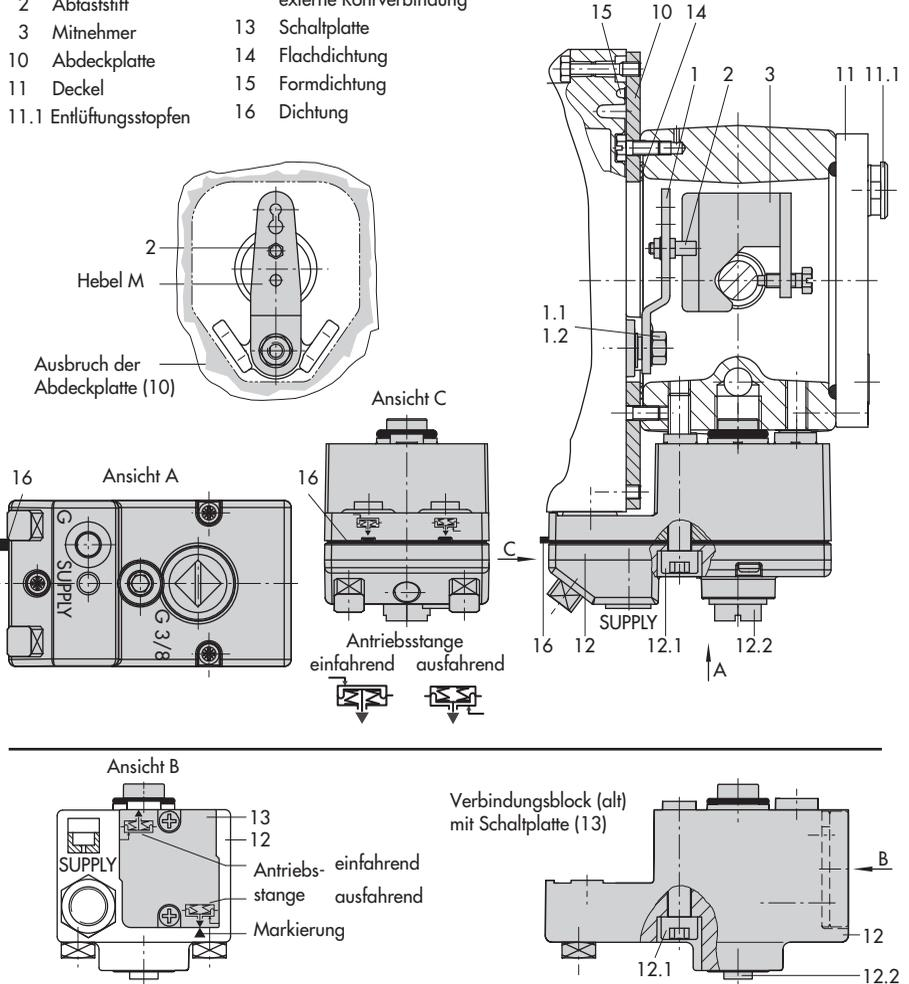

Bild 5 · Direktanbau – Stelldruckanschluss für Antrieb Typ 3277 mit 175 bis 750 cm²
Den Stellungsregler wie in Bild 5 dargestellt am Joch montieren. Der Stelldruck wird über den Verbindungsblock (12) auf den Antrieb geführt, bei Sicherheitsstellung „Antriebsstange ausfahrend“ intern über eine Bohrung im Ventiljoch und bei „Antriebsstange einfahrend“ durch eine externe Rohrverbindung.
1. Mitnehmer (3) an die Antriebsstange setzen, ausrichten und so festschrauben, dass die Befestigungsschraube in der Nut der Antriebsstange sitzt.
2. Abdeckplatte (10) mit schmaler Seite des Ausbruches (Bild 5 links) in Richtung zum Stelldruckanschluss befestigen, die aufgeklebte Flachdichtung (14) muss zum Antriebsjoch zeigen.
3. Bei Antrieben mit 355/700/750 cm² am Hebel **M** (1) auf der Stellungsreglerückseite den Abtaststift (2) aus Stiftposition **35** lösen und in die Bohrung für Stiftposition **50** umsetzen und verschrauben. Bei den Antrieben 175, 240 und 350 cm² mit 15 mm Hub verbleibt der Abtaststift (2) auf Stiftposition **35**.
4. Formdichtung (15) in die Nut des Stellungsreglergehäuses einlegen.
6. Kontrollieren, ob die Zunge der Dichtung (16) seitlich am Verbindungsblock so ausgerichtet ist, dass das Antriebsymbol für „Antriebsstange ausfahrend“ bzw. „Antriebsstange einfahrend“ mit der Ausführung des Antriebes übereinstimmt. Andernfalls müssen die drei Befestigungsschrauben entfernt, die Deckplatte abgehoben und die Dichtung (16) um 180° gedreht wieder eingelegt werden. Beim alten Verbindungsblock (Bild 5 unten) muss die Schaltplatte (13) so gedreht werden, dass das entsprechende Antriebsymbol zur Pfeilmarkierung ausgerichtet ist.
7. Verbindungsblock (12) mit seinen Dichtringen an Stellungsregler und Antriebsjoch ansetzen und mit Befestigungsschraube (12.1) festziehen. Bei Antrieb „Antriebsstange einfahrend“ zusätzlich den Stopfen (12.2) entfernen und die externe Stelldruckleitung montieren.